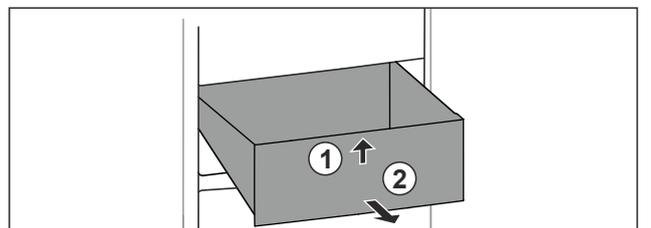

Fig. 66
- ▶ Levantar el cajón por delante. Fig. 66 (1)
- ▶ Extraer el cajón hacia delante. Fig. 66 (2)